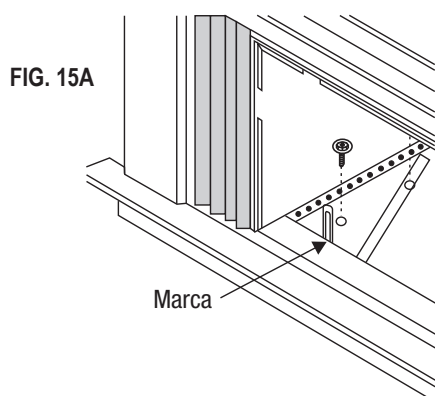

FIG. 15A
1. Sostenga cada soporte de sujeción nivelado con la parte exterior del umbral y ajuste la parte inferior del gabinete, como se muestra en la Fig. 15A. Marque los soportes en la parte superior del umbral y retírelos.